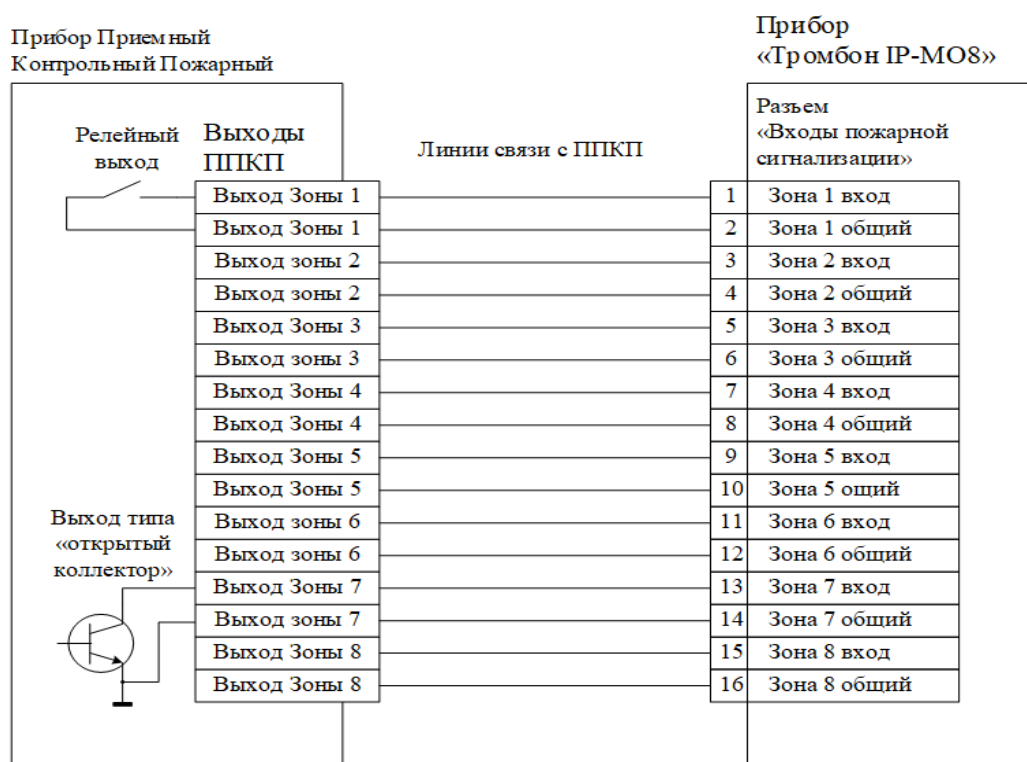

Рисунок 7 - Без обеспечения контроля линий связи.
• Вариант 2, аналогового подключения, используется при отключенном контроле исправности линий связи. Схема подключения входов прибора к выходам ППКП без контроля исправности линий связи (Рисунок 7). Параметры сигналов на входах пожарной сигнализации прибора при отключенной системе контроля исправности линий связи должны быть следующими: